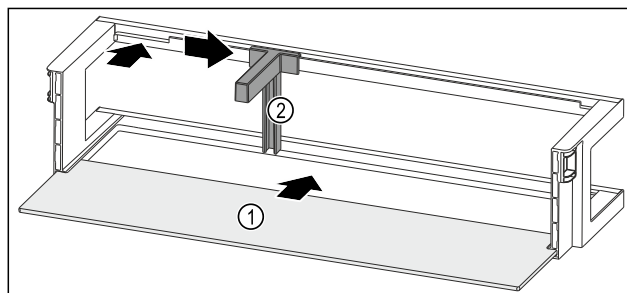

Fig. 262 Дверная полка со съемной полкой
- Вдвиньте съемную полку Fig. 262 (1) в боковые пазы.
- Установите держатель для бутылок Fig. 262 (2) в выемку.
- Сместите держатель для бутылок Fig. 262 (2) в нужное положение в сторону.